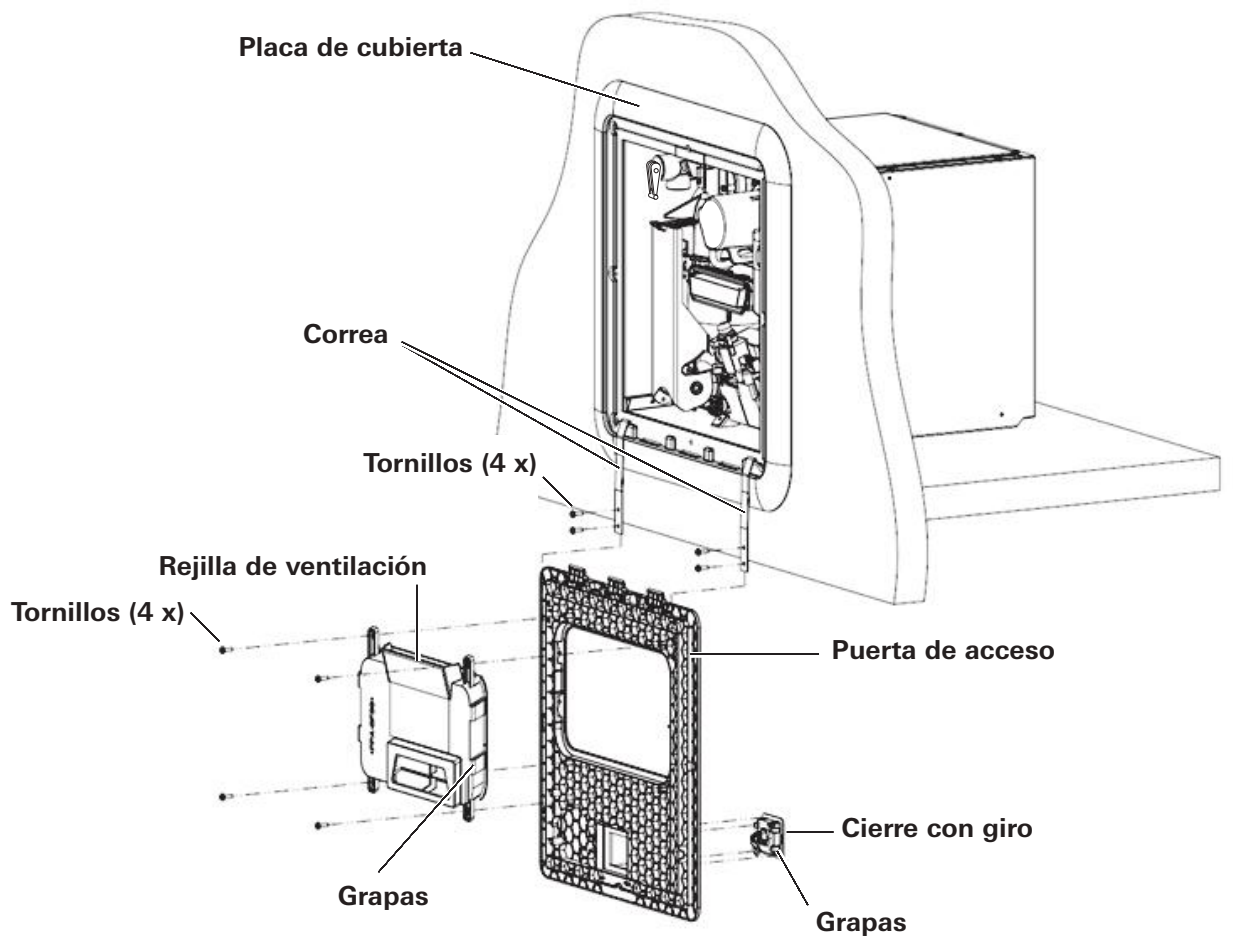

Fig. 37
Las siguientes piezas (vea la Fig. 37) no deben pintarse:
- Después de quitar los tornillos, suelte las cuatro (4) grapas situadas en el lateral de la rejilla de ventilación y retire la rejilla como se muestra en la Fig. 37.
Para retirar el cierre con giro, suelte las cuatro (4) grapas y retírelo como se muestra en la Fig. 37.